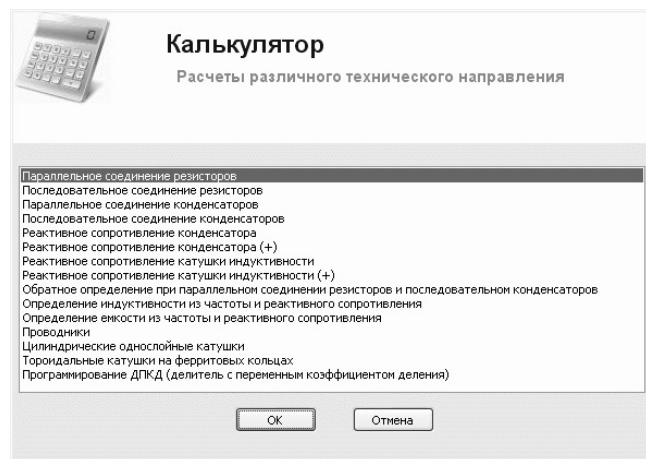

Рис. 2. Выбор необходимого расчета из всего имеющегося списка
1. “Калькулятор” – выводится весь список имеющихся расчетов (рис. 2) для последующего выбора необходимого расчета.